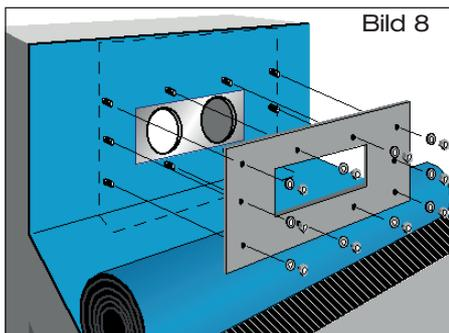

Bild 8
- 1.8 Dampfsperrbahn mit Losflansch und beiliegenden Schrauben verklebmen (Bild 8). Beiliegende Schrauben mit Steck- oder Ringschlüssel SW 13 gegenüberliegend anziehen. Anzieh-Drehmoment: 20 Nm (Dampfsperrbahn aus Bitumen) bzw. 30 Nm (Dampfsperrbahn aus Kunststoff). Dichtelemente in Muffen des Schiebeflansches einlegen.